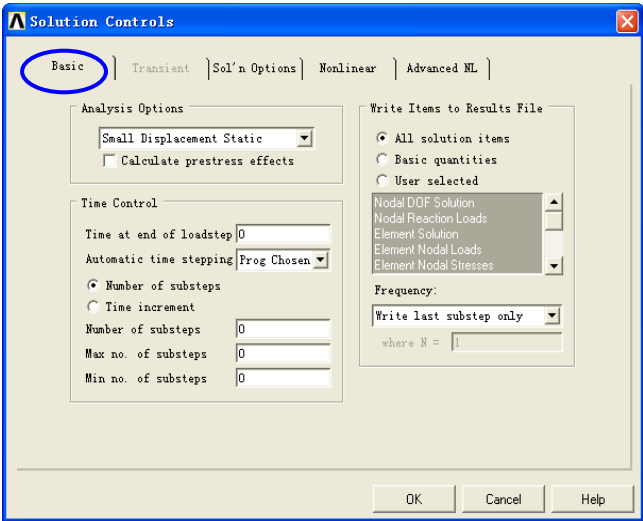

图 2-82 “Solution Controls” 对话框
弹出 “Solution Controls” 对话框，如图 2-82 所示。
(1) 通用选项包括时间、子步数、载荷是阶跃载荷或坡道载荷等。如图 2-82 所示的 “Basic” 选项卡（默认打开），在 “Time at end of loadstep” 选项的输入栏中设置时间值；在 “Number
（2）如图 2-82 所示，“Write Items to Results File”选项组用于控制分析输出结果的内容，包括：